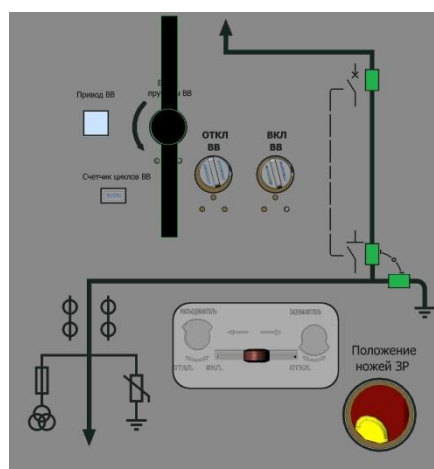

Рисунок 5
1. Ввести съемную рукоятку в гнездо для завода пружинного привода (рисунок 5)